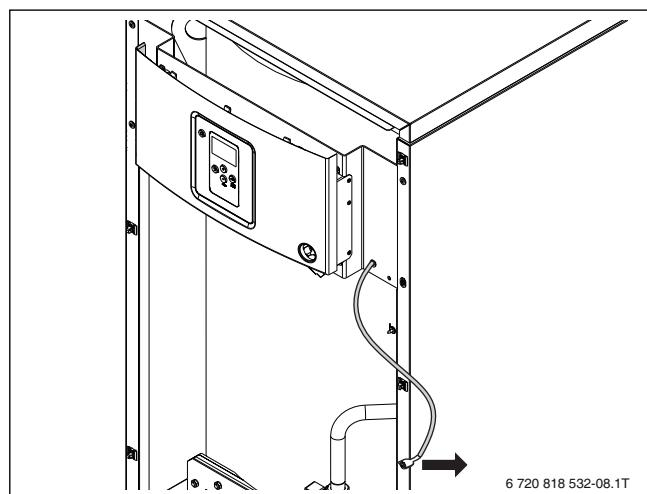

Рис. 13 Отсоединение кабеля заземления
► При удалении передней стенки обязательно удалить кабель с клеммы на передней стенке (→ Рис. 13).